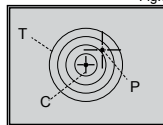

Fig.4
- Manteniendo el centro de la cruz auxiliar en el punto de puntería, girando el controlador, desplaza la retícula con respecto a la cruz auxiliar, antes que la retícula coincida con el punto de impacto (P)(ver. Fig.4).
- Mantenga presionado el regulador (6) para guardar las configuraciones y salga del modo de reglaje de tiro.